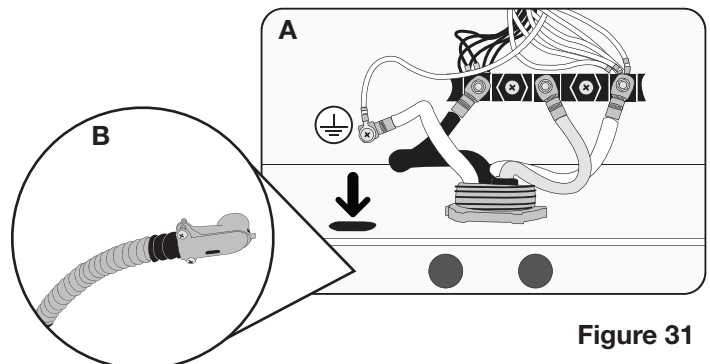

Figure 31
- 2 Enfoncer le trou perforé. Débrancher les câbles et les insérer dans le trou. (Voir la figure 31 A.)
- 3 Raccorder le câble au conduit et brancher le tube. Bien visser de chaque côté de la pièce. (Voir la figure 31 B.)